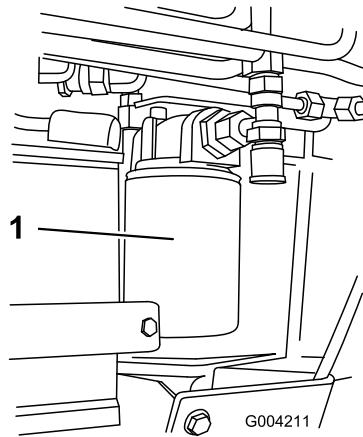

Bild 55
4. Stellen Sie eine Auffangwanne unter den Filter (Bild 55).
5. Entfernen Sie den alten Filter (Bild 55) und wischen Sie die Dichtfläche am Anbaustutzen ab.
7. Drehen Sie den Austauschfilter auf den Anbaustutzen auf (Bild 55). Ziehen Sie ihn nach rechts fest, bis die Gummidichtung den Anbaustutzen berührt. Ziehen Sie ihn dann um eine weitere 3/4 Umdrehung fester.